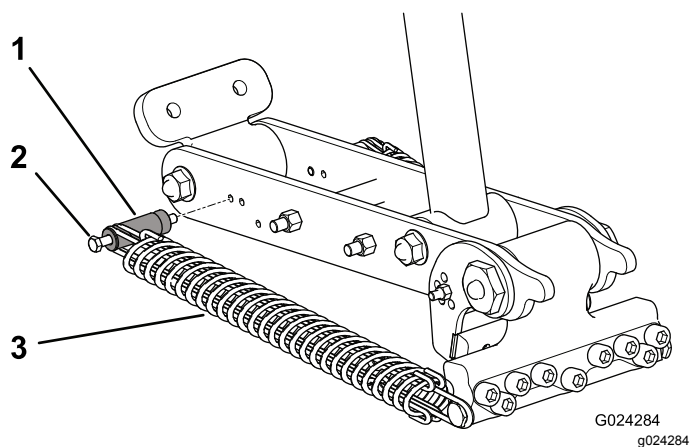
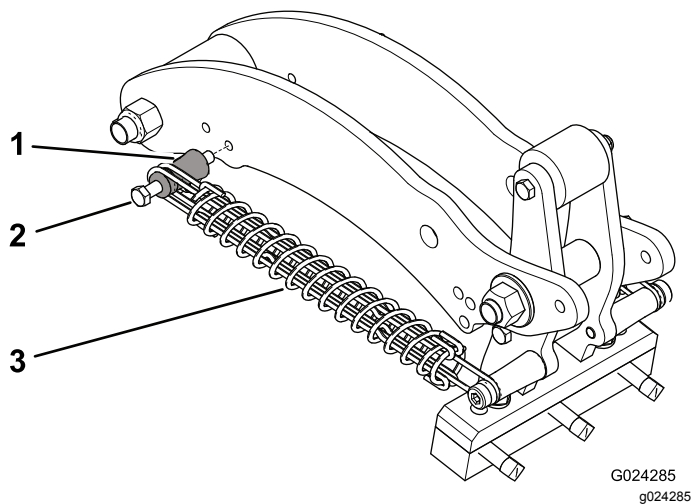

图41
图42
4. 卸下将弹簧安装杆螺栓固定至连杆臂的螺母图41 或图42。
5. 从连杆臂上卸下安装杆螺栓和安装杆重新将它们插入另一个调节孔图41 或图42。